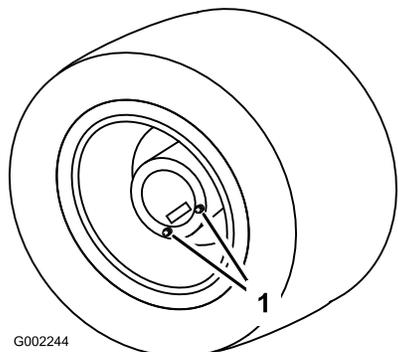

Figura 61
1. Coloque o pulverizador numa superfície nivelada com as rodas traseiras na posição de drenagem, como se mostra na Figura 61.
3. Coloque um recipiente debaixo dos tampões de escoamento e retire-os da roda (Figura 61).